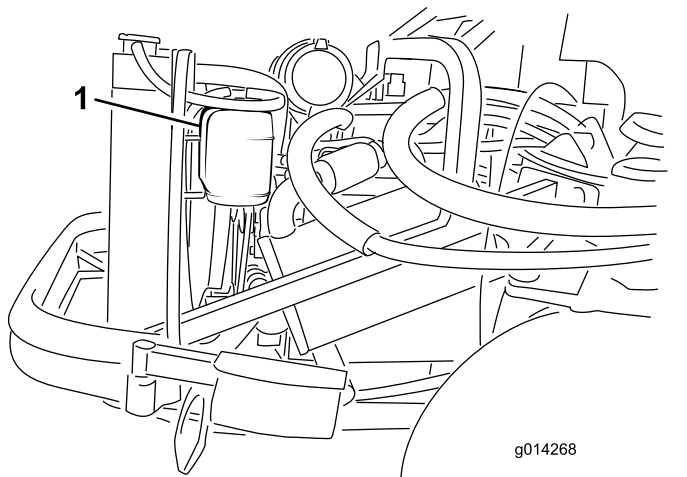

Рисунок 45
1. Проверьте уровень охлаждающей жидкости в расширительном бачке (Рисунок 45). Уровень охлаждающей жидкости должен находиться между отметками, имеющимися на стенке бачка.